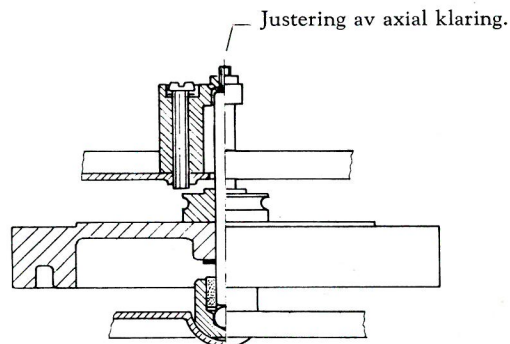

Fig. 7.
1. Svinghjul: Svinghjulet skal løpe fritt og parallelt med chassis. Eventuell justering foretas ved forsiktig vridning på øvre capstanlager som deretter skrues godt fast. Aksial klaring: Justeringsskrue på øvre capstanlager skrues inn til svinghjulet slutter å løpe fritt og deretter en halv omdreining tilbake, (aksial klaring 0,3—0,4 mm, se fig. 7).
Motor går ikke i inngrep med nedre spoletallerken (fig. 7 og 9).